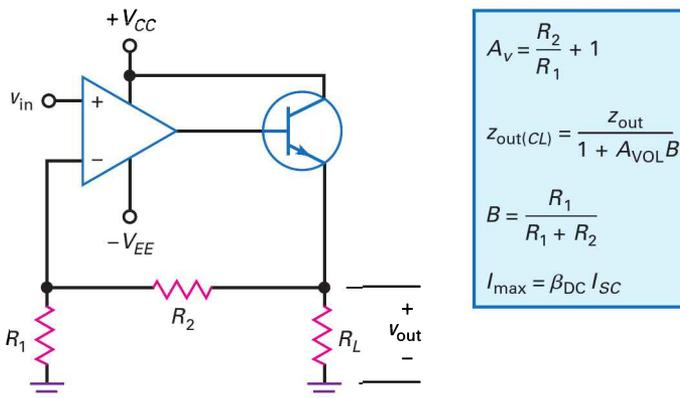
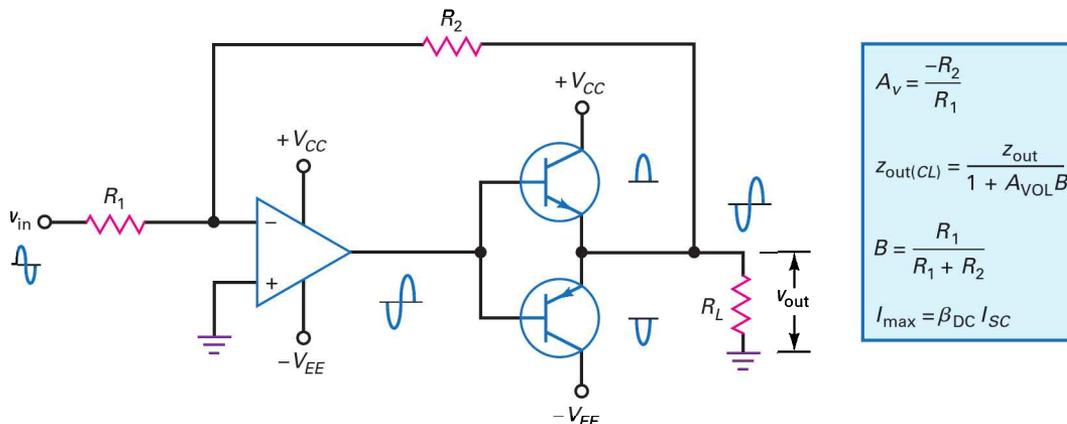

Figure 18.26
Figure 18.27 Amplificateur de courant bidirectionnel.
La figure 18.26 présente une solution pour augmenter le courant maximal de charge. La sortie de l'ampli op commande un transistor monté en émetteur suiveur. Le gain boucle fermée vaut :
L'inconvénient du montage de la figure 18.26 est son *courant de charge unidirectionnel*. La figure 18.27 montre une méthode pour obtenir un *courant de*
Pour la figure 18.27, on donne $R_1 = 1 \text{ k}\Omega$ et $R_2 = 51 \text{ k}\Omega$. Si l'ampli op est un 741C, quel est le gain en tension du montage ? Quelle est l'impédance de sortie boucle fermée ? Quel est le courant charge court-circuitée si chaque transistor possède un gain en courant égal à 125 ?
Réponse Selon les relations de la figure 18.26, le gain en tension vaut :
18.7 Avez-vous compris ? En reprenant la figure 18.27, changer R_2 en $27 \text{ k}\Omega$. Déterminer le nouveau gain en tension, $z_{\text{out(CL)}}$ et I_{max} , si les transistors ont un gain en courant de 100.